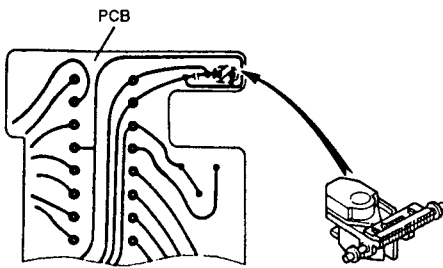

Fig. 4-1
- Before removing the pickup assembly be sure to solder -bridge where indicated in the inset (Fig. 4-1) to prevent the laser diode from being electrostatically damaged. After replacing the pickup assembly, be sure to unsolder the antistatic bridge. Or else the laser diode does not function.
- ピックアップ ASSY を外すときは、レーザーダイオードの静電破壊防止のため、必ず斜線部分 (Fig. 4-1) を半田ブリッジしてから作業をしてください。また、取り付ける場合も取り付け後に半田ブリッジを外してください。半田ブリッジをしたままではレーザーダイオードは動作しません。